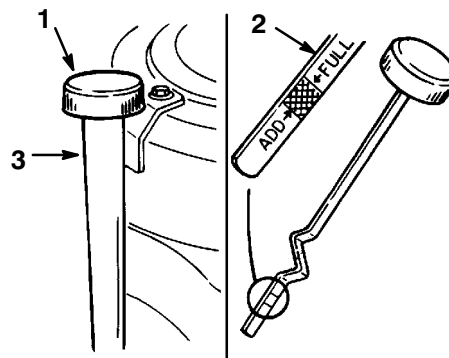

Abbildung 20
2. Den Bereich um den Ölpeilstab (Abb. 20) herum sauberwischen, damit kein Schmutz in die Einfüllöffnung fallen und den Motor beschädigen kann.
3. Den Ölpeilstab herausdrehen und das Metallende sauber wischen (Abb. 20).
4. Den Ölpeilstab ganz in das Einfüllrohr schieben, aber nicht aufschrauben (Abb. 20). Den Peilstab herausziehen und das Metallende kontrollieren. Bei zu niedrigem Ölstand nur soviel Öl langsam in das Einfüllrohr gießen, bis das Öl die "FULL"-Marke erreicht.
5. Langsam ca. 80% der angegebenen Menge Öl der richtigen Sorte (Seite 30) in das Einfüllrohr gießen (Abb. 20). Dann den Ölstand kontrollieren. Siehe Ölstandskontrolle, Seite 30. Langsam mehr Öl nachgießen, bis das Öl die "FULL"-Marke am Peilstab erreicht.